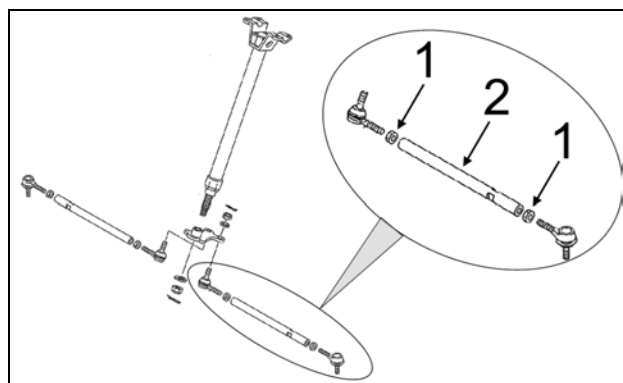

Figure 18
Pour effectuer l'ajustement sur le VTT, premièrement débloquer les écrous (1) à chaque bout des tiges d'accouplement (2) de la direction, visser ou dévisser ensuite la tige d'accouplement (2) d'un nombre de tours égal des deux côtés du véhicule. Resserrer les écrous après avoir complété l'ajustement. Voir la Figure 18.
**ATTENTION :** Lors du déblocage des écrous (1) de chaque tige d'accouplement (2) de la direction, certains écrous ont des filets inversés, assurez-vous de débloquer l'écrou dans le bon sens.